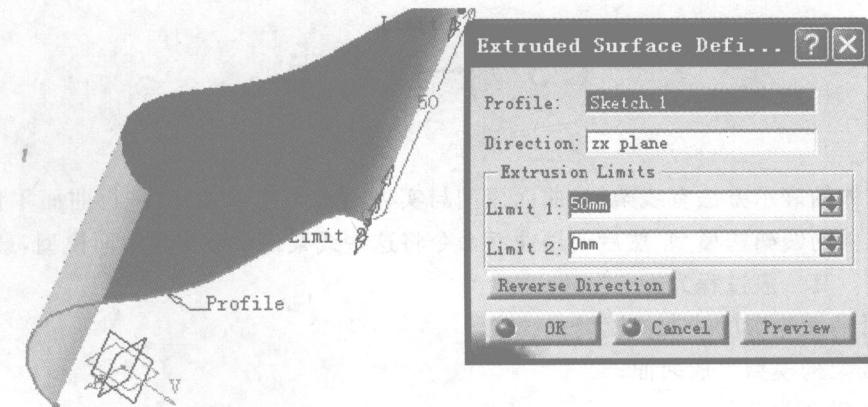

图 1-17 创建 Extrude. 1(拉伸曲面 1)
③单击 Surface(曲面)工具栏中的 Extrude(拉伸)按钮,则弹出 Extrude Surface Definition(拉伸曲面定义)对话框,选取 Sketch. 1 作为拉伸轮廓填入 Profile(轮廓)文本框中,设定其拉伸长度为 50 mm。单击 Preview(预览)按钮,其结果如图 1-17 所示。